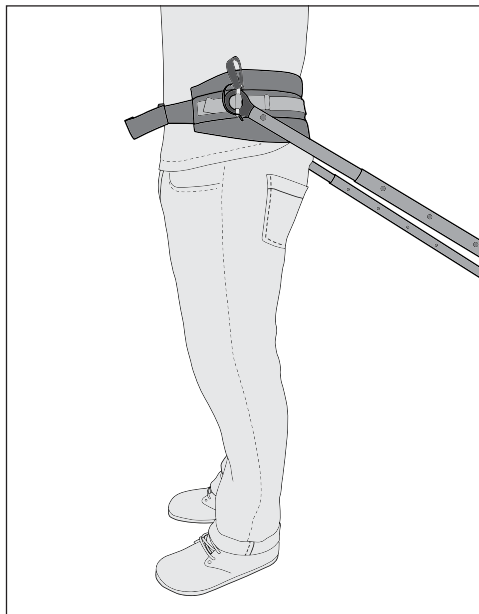
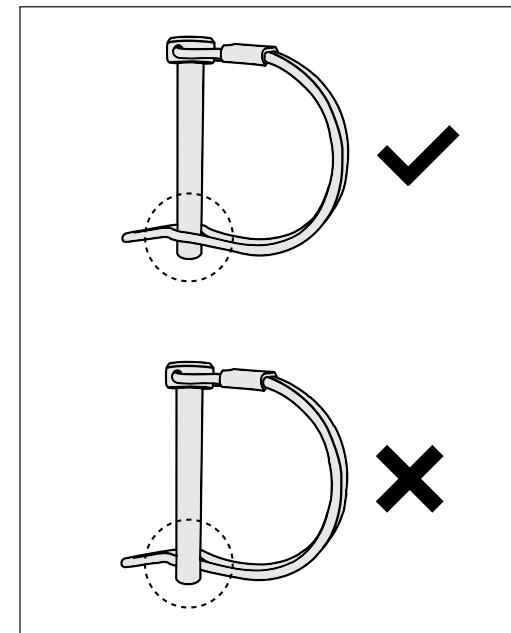

Figura 4
Figura 5
6. Para fijar el mástil de remolque al arnés, desenganche los pasadores de retención en la correa del cinturón. Hay tres cinchas a cada lado de la correa del cinturón. Elija la cincha que centra la argolla de plástico en las caderas (Figura 4). Tire de la cincha deseada a través de la argolla de plástico negra en el mástil de remolque. Haga pasar el pasador de retención por la cincha, descansando sobre la argolla de plástico y cierre el pasador de retención para asegurar el mástil de remolque al arnés (Figura 5). Repita la operación en el lado opuesto.